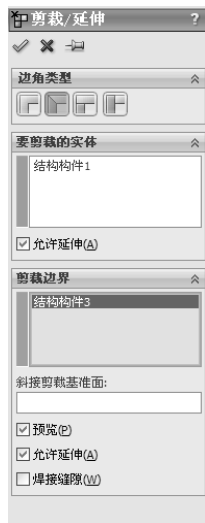
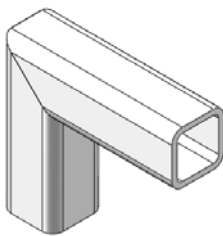

图 10-24 “剪裁/延伸”属性管理器
图 10-25 剪裁实体
3) 剪裁延伸构件。单击“焊件”工具栏中的“剪裁/延伸”按钮, 或执行“插入”→“焊件”→“剪裁/延伸”菜单命令, 弹出“剪裁/延伸”属性管理器, 如图 10-24 所示。选择“终端斜接”类型, 选择横管为要剪裁的实体, 并勾选“允许延伸”复选框, 选择竖直管为剪裁边界, 单击“确定”按钮, 剪裁实体如图 10-25 所示。